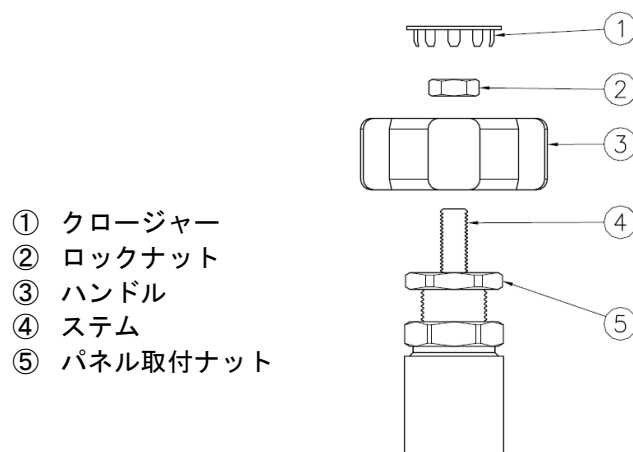

図1 パネル取付ナット付きバルブ（AK3600、AK3604、AK4600）
A. ハンドルの取り外し（図1参照）
- ③ハンドルを時計回りに完全に止まるまで回してバルブを閉じてください。
- 小型のマイナスドライバーまたは類似する工具を使用し、①クロージャーを③ハンドルの上部から取り外します。
- ③ハンドルをしっかり固定し、1/2 ソケットレンチで②ロックナットを緩め、②ロックナットと③ハンドルをバルブから取り外します。
B. パネル取付（図1参照）
- ⑤パネル取付ナットをバルブから取り外します。
- パネルの穴にバルブを通し、希望の位置に配置、配管を取り付け、⑤パネル取付ナットをバルブ本体に取り付けます。
- 1インチレンチを使用し、⑤パネル取付ナットをパネルにしっかり締め付けます。
C. ハンドルの取り付け（図1参照）
- ③ハンドルを④ステムに戻し、③ハンドルが止まるまで時計回りに回します。
- ③ハンドルを反時計回りに一回転させます。
- ③ハンドルを所定の位置に固定し、②ロックナットが③ハンドルに当たるまで④ステムにねじ込みます。
- ③ハンドルが回転しないよう固定し、1/2 ソケットレンチで③ハンドルに対して②ロックナットを締め付けます。（推奨締め付けトルクは8.5Nm）
- ①クロージャーを③ハンドルの上部に押し込み取り付けます。